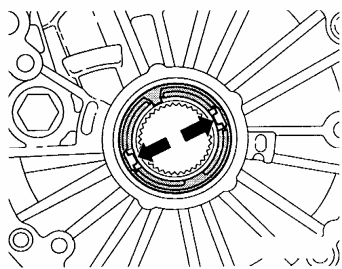

图 12-114 止动卡簧
- (1) 速度表主动轮的拆卸
- ①向左转动转向装置至停止块，如果左传动轴上方有护板的话，应拆下。
- ②从法兰轴上松开传动轴。
- ③将盛油盘放到下面，拆卸法兰轴。
- ④用 VW 681 拉出法兰盘的密封圈。
- ⑤拆卸转速表的传感器。
- ⑥用螺丝刀把止动卡簧按图 12-114 箭头方向压，通过互换的拉出手柄，拆卸主动轮。